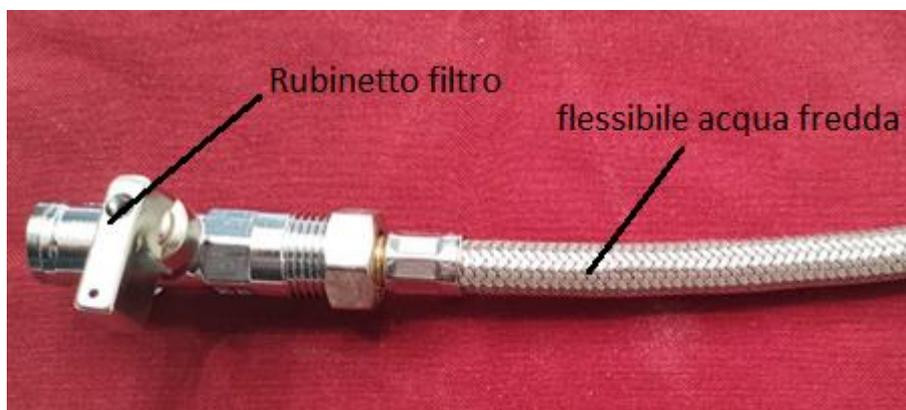
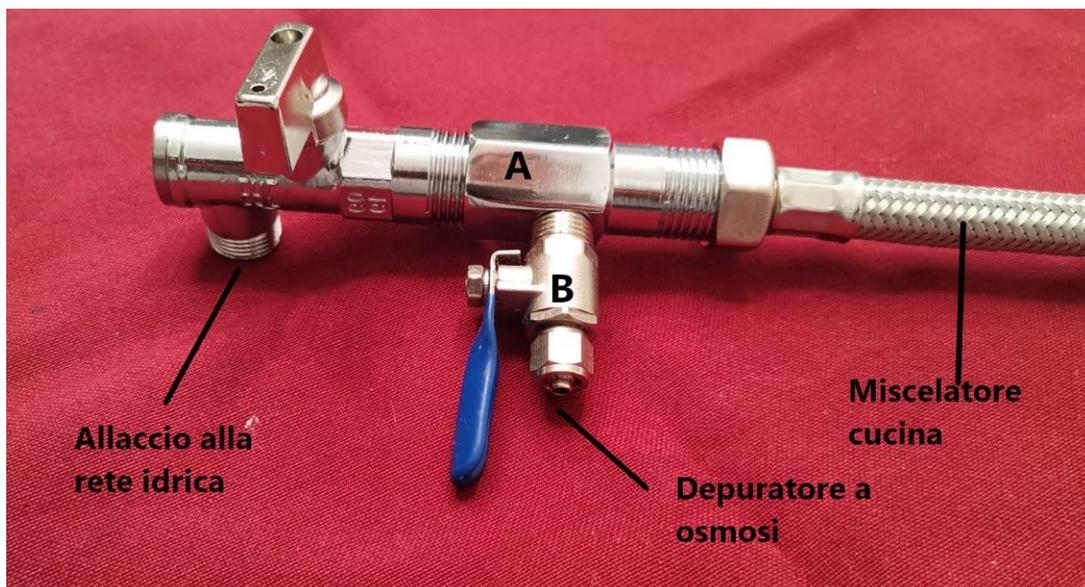

Fig. 13
Fig. 14
- Nel sottolavello della cucina individuare il flessibile dell'acqua fredda (fig.13) e chiudere il rubinetto filtro a esso collegato per interrompere il flusso dell'acqua. Inserire tra il flessibile e il rubinetto filtro il raccordo idraulico a tre vie in dotazione (A) e avvitare il rubinettino (B) (avvolgere la vite con alcuni strati di teflon) (fig.14). Collegare poi al rubinettino (B) il tubo di alimentazione bianco in dotazione diretto verso l'impianto di depurazione come in fig.15-16-17.